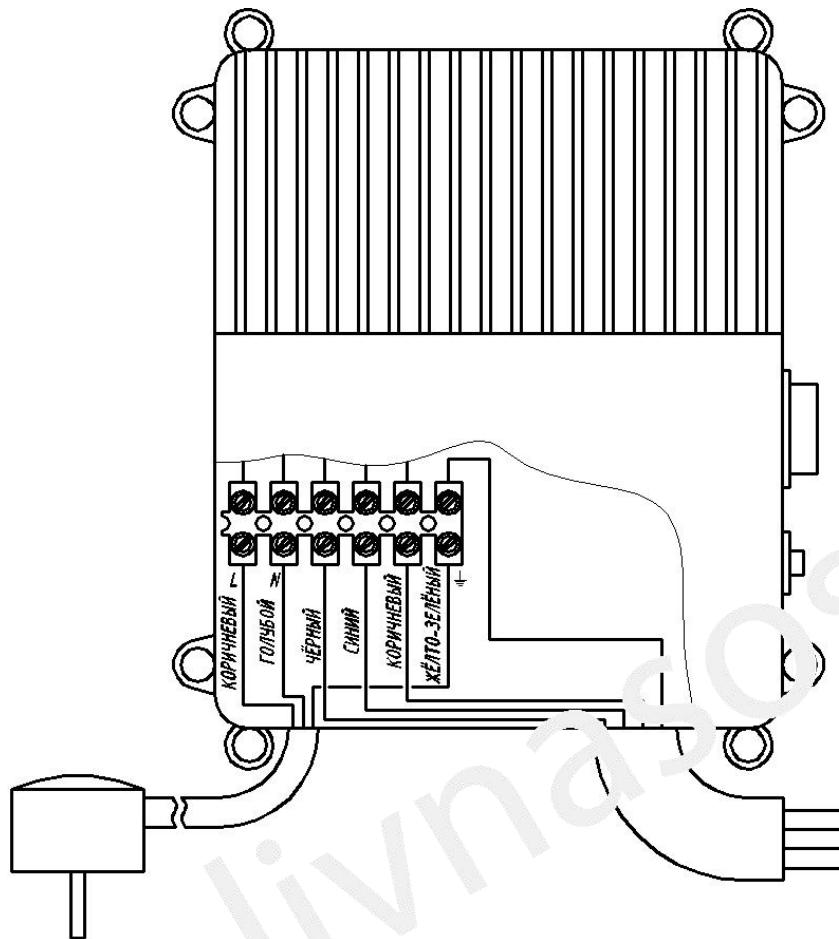
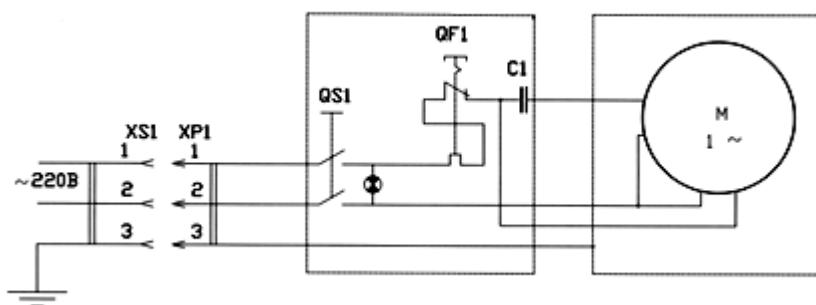

Рис.3
Рис.4
4.3 Пускозащитное устройство внутри имеет клеммную колодку рис.3 для подключения проводов кабеля с обозначениями соответствующими схеме электрической принципиальной рис.4.
4.4 Соединение агрегата с питающей сетью осуществляется посредством штепсельной вилки с заземляющим контактом. Схема электрическая принципиальная показана на рис. 4
6.3.1 Выводные концы электродвигателя соединить пайкой или гильзами с токоподводящим проводом (провода установочные для водопогружных электродвигателей КВВ 3х1,0+1х1,0 ТУ16.К13-035-2004 (для двигателей мощностью не более 1кВт) и КВВ 3х2,5+1х2,5 ТУ16.К13-035-2004 (для двигателей мощностью более 1кВт) или аналогичным проводом) и тщательно изолировать полихлорвиниловой лентой в 7-8 слоев в полнахлеста на длине 12-15 см или с помощью термоусадочной трубы с внутренним kleевым слоем. Выкрутить четыре винта пускозащитного устройства, снять крышку и вставить в отверстие в основании свободный конец токопроводящего провода аналогично сетевому проводу. Провода вставить в клеммную колодку в соответствии с рис. 3 и закрепить в ней винтами, затем установить крышку на место.